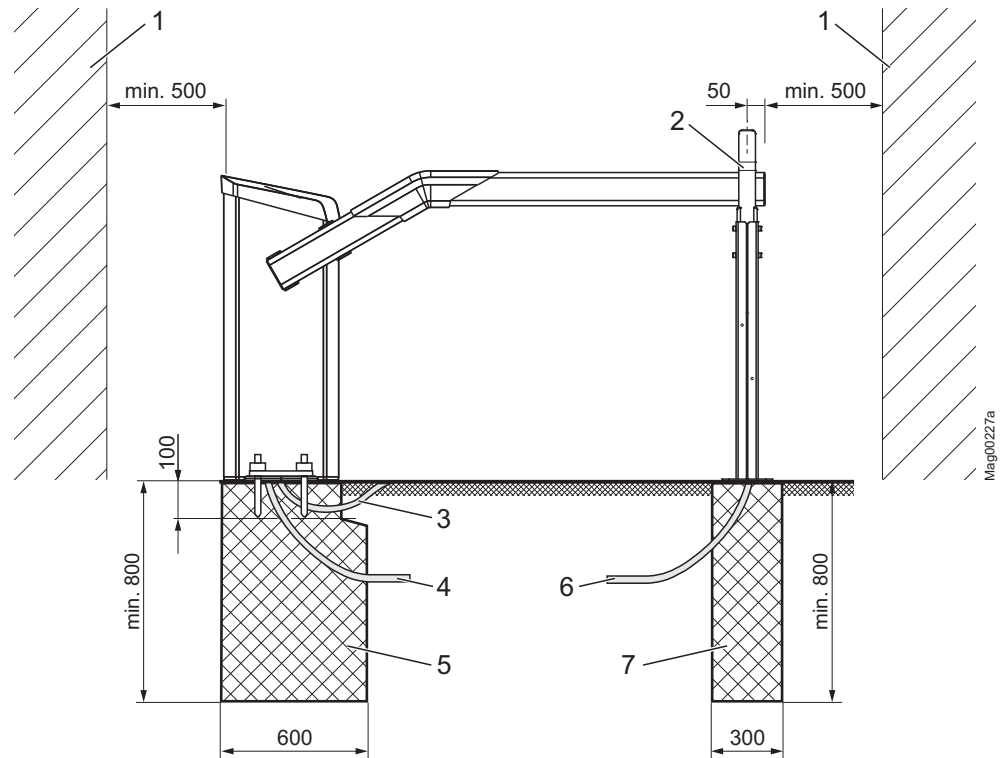
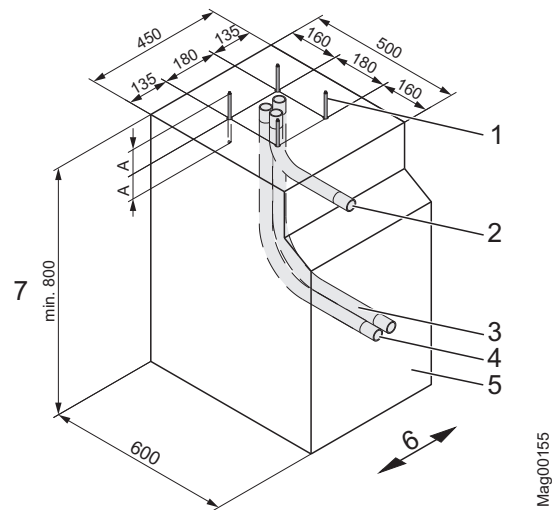
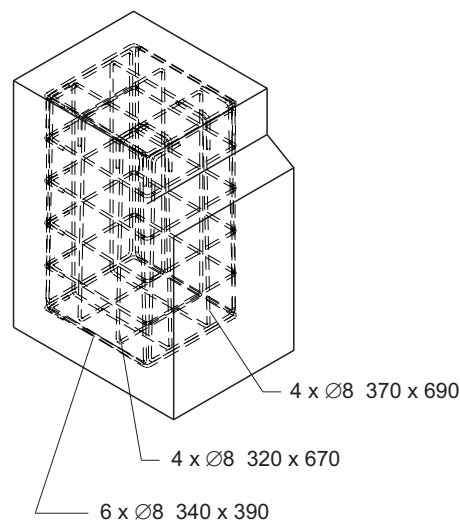
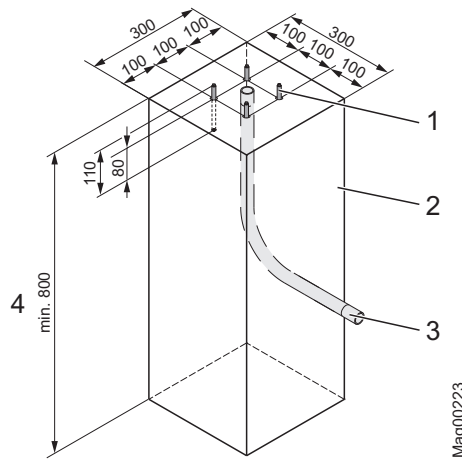

Рис. 13: Монтаж шлагбаумной установки, здесь надписи указаны для шлагбаума типа «Access/Parking» (размер в мм)
Рис. 14: План для изготовления фундамента
Рис. 15: Армированная оплетка
Рис. 17: План для изготовления фундамента под опорную тумбу или тумбу для фоторелейного барьера
<p>Опасность заземления и порезов при несоблюдении необходимого безопасного расстояния между стрелой шлагбаума и другими объектами!</p> <p>Закрывающаяся или открывающаяся стрела шлагбаума при несоблюдении безопасного расстояния между стрелой шлагбаума и другими объектами может привести к тяжелым заземлениям или повреждениям!</p> <p>Поэтому:</p> <ul style="list-style-type: none"><li>– между стрелой шлагбаума и другими объектами, например, стенами или домами необходимо соблюдать безопасное расстояние не менее 500 мм. → См. стр. 31, пункт 2.7.</li><li>– Смонтировать и подключить шлагбаумную установку согласно Рис. 13.</li></ul>
- Между кончиком стрелы шлагбаума и другими объектами, например, стенами или домами необходимо соблюдать безопасное расстояние не менее 500 мм. → См. стр. 61, Рис. 13.
→ См. стр. 61, Рис. 13 - 63, Рис. 15.
- Армированная оплетка согласно рис. Рис. 15.
Полые трубы должны удовлетворять следующим требованиям. → См. стр. 63, Рис. 14.
1. Сделать отверстие в фундаменте согласно Рис. 13 и Рис. 14.
2. Через отверстие в фундаменте проложить армированную оплетку согласно Рис. 15.
3. Через отверстие в фундаменте проложить полые трубы согласно Рис. 14.
5. Забетонировать фундамент бетоном согласно Рис. 14.
→ См. стр. 61, Рис. 13.
1. Сделать отверстие в фундаменте согласно Рис. 13 и Рис. 17.
2. Через отверстие в фундаменте проложить полые трубы согласно Рис. 17.
4. Забетонировать фундамент бетоном согласно Рис. 17.